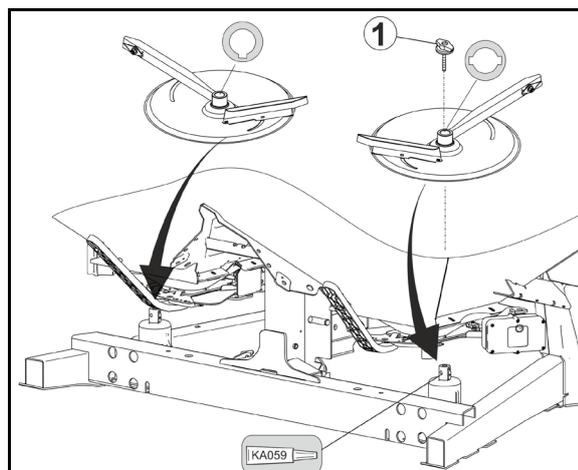

Fig. 69
1. Flügelmutter (Fig. 69/1) entfernen.